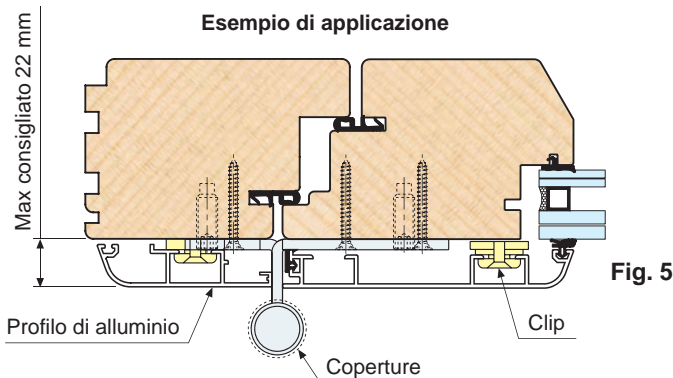

Fig. 5
- 4) Tramite le apposite clip, applicare i profili di alluminio sopra i piani di appoggio della cerniera fino a nasconderli completamente (Fig. 5). Al termine del montaggio rimarrà in vista solo il corpo della cerniera, al quale sarà possibile abbinare le coperture in ottone E01128.20.XX oppure in alluminio E01129.20.XX.